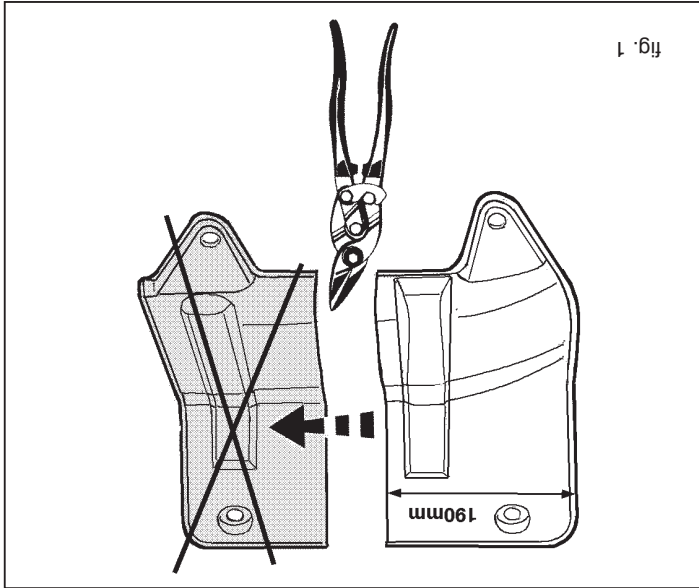

fig. 1
5. Zaag overeenkomstig fig.1 een deel van het hitteschild. Monteer de kogelstang inclusief stekkerplaat overeenkomstig de schets. Draai alle bevestigingsbouten van de trekhaak overeenkomstig de tabel vast. Herplaats het hitteschild en hang de uitlaat terug. Zaag, indien nodig, de hoeken van de zijpanelen uit t.p.v. de punten D en K. Herplaats het onder punt 1 verwijderde.
5. Saw out of the heat shield the portion indicated in fig. 1. Fit the ball hitch, including socket plate, as shown in the drawing. Tighten all nuts and bolts to the torque stated in the table. Reattach the heat shield and re-suspend the exhaust pipe. Saw corners off the side panels at the heads of bolts D and K, if applicable. Reattach those parts removed in step 1.
5. Gemäß Abb. 1 ein Stück des Hitzeschildes ausschneiden. Die Kugelstange einschließlich Steckdosenplatte gemäß der Skizze montieren. Alle Befestigungsschrauben der Anhängervorrichtung gemäß der Angaben in der Tabelle anziehen. Das Hitzeschild wieder anbringen und den Auspuff zurück hängen. Bei den Schraubenköpfen D, K even-
5. Scier une partie du bouclier thermique conformément à la fig. 1. Monter incluses. Positionner la poutre transversale entre les plaques de fixation à l'aide de six écrous M10, rondelles grower et rondelles de blocage
5. Segare via una parte dallo scudo termico, come indicato in fig. 1. Montare l'asta della sfera, completa di piastra di contatto, come indicata to nel disegno. Serrare tutti i bulloni di fissaggio del gancio traino alle copie di serraggio indicate in tabella. Rimontare lo scudo termico ed il tubo di scarico. Eventualmente, segare via gli angoli dei pannelli laterali.